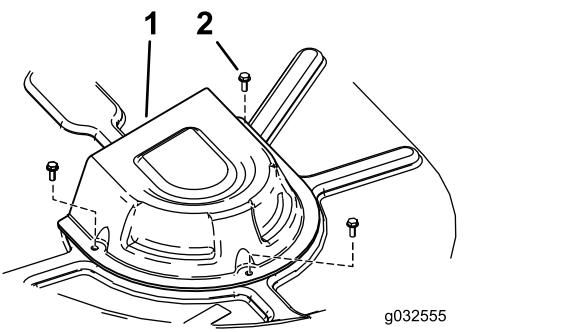

Bild 57
4. Entfernen Sie die Abdeckungen der Riemscheibe ab (Bild 57).